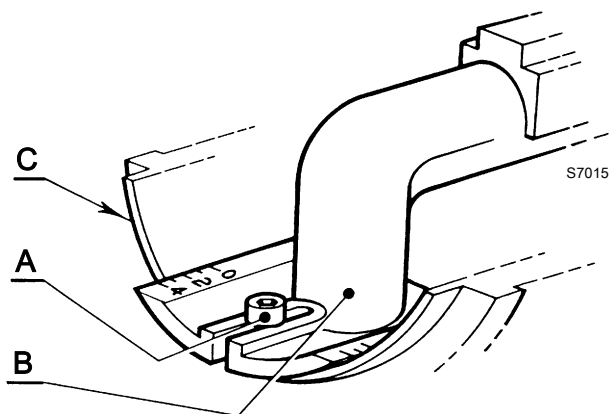

图 14
- 拧松螺丝A) (图 14)，移动弯头B)使之与连接器(C)的端面对齐到设定的刻度。